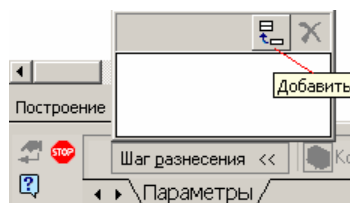

Рисунок 8.20 – Команда Рознести компоненти
1. Викличте команду меню **Сервіс – Рознести компоненти – Параметри**. На панелі властивостей натисніть кнопку **Крок рознесення і Додати** (рис. 8.20).